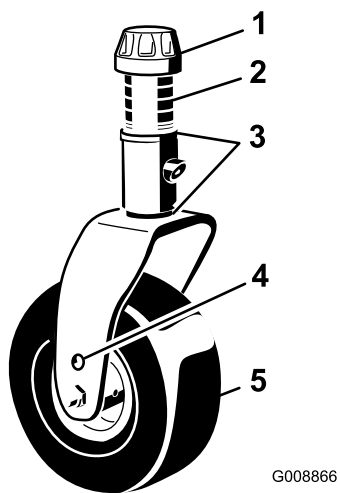

Figura 26
3. Ajuste os calços de 3 mm na(s) forquilha(s) da roda giratória de forma que coincidam com altura de corte fixada no autocolante (Figura 26); consulte Ajustar a altura de corte \(página 26\).